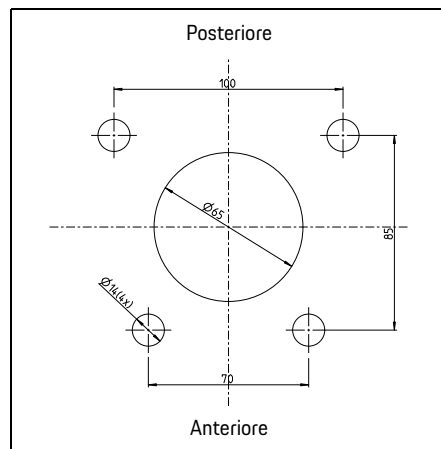

Fig. 2: Dimensioni dei fori
- Per le dimensioni dei bulloni di ancoraggio vedere la fig. 2.